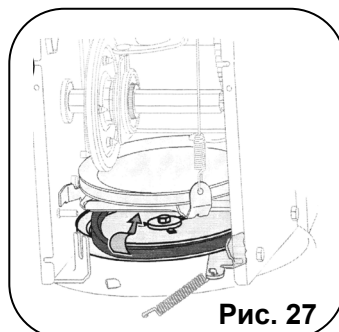

Рис. 27
5. Снимите ремень со шкива шнека и проденьте ремень между опорным кронштейном и шкивом шнека. Установите ремень шнека на место, выполняя действия в обратном порядке (см. Рис. 27).